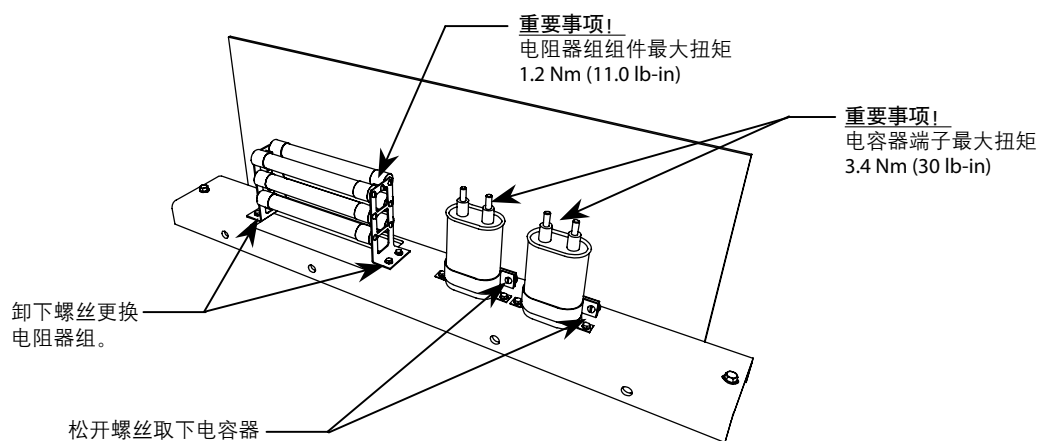

图 5.12 - 接地滤波电容器/电阻器
4. 如图 5.12 所示拧松并卸下安装螺丝，然后拆除部件。